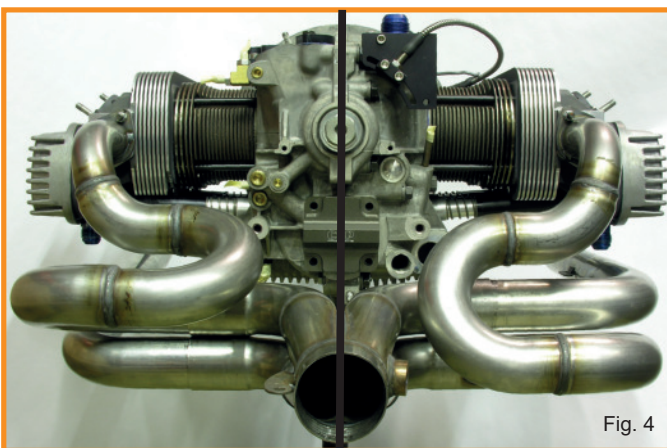

Fig. 4
- Tighten the M8 flange nuts of the cylinder studs just that much that the tubes are still move free. Align the collector to the center of the engine block. (Fig. 4)
- Ziehen Sie nun die Flanschmuttern M8 SW10 auf den Zylinderkopfstehtbolzen so fest an, dass sich die Rohre noch bewegen lassen. Richten Sie den Kollektor mittig zur Trennfuge des Motorgehäuses aus (Fig.4).